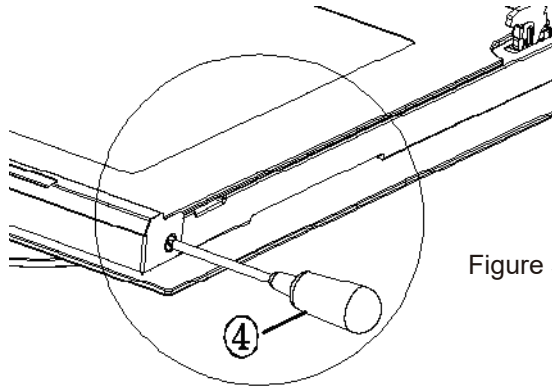

Figure 5
1. Pour démonter deux vis sur la poutre avec un tournevis cruciforme, comme indiqué sur la figure 5.